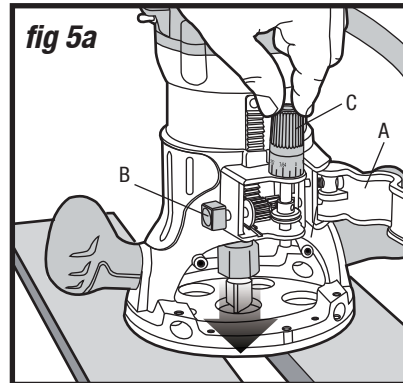

fig 5a
3. Desserrez la bride de fixation du moteur (A).
4. Une fois le fer de toupie installé, appuyez sur le bouton de réglage général (B) et abaissez le moteur dans la base jusqu'à ce que le fer de toupie soit très près de la surface plane sur laquelle repose la base.
5. Tournez le bouton de réglage précis (C) jusqu'à ce que le fer de toupie effleure la surface plane.
9. Placez la toupie sur deux pièces de niveau (des retailles) de sorte que le fer de toupie puisse être abaissé en dessous de la sous-base (fig 5a).